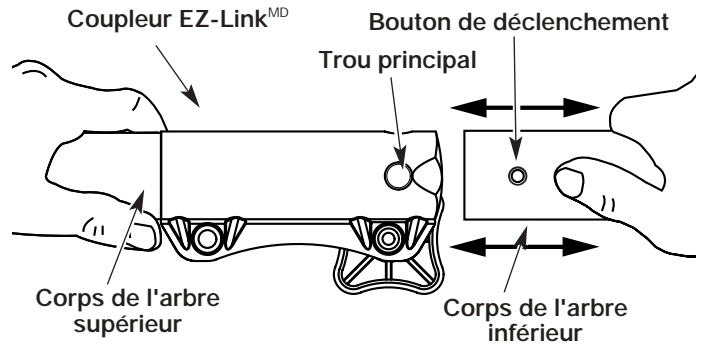

Fig. 10
2. Tenez fermement l'accessoire et enfoncez-le tout droit dans le coupleur EZ-Link^{MD} (Fig. 10).